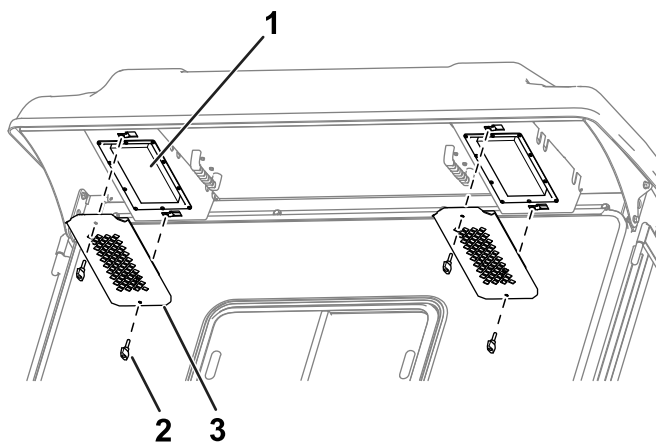

Bild 85
1. Entfernen Sie die Drehknöpfe und Roste vom hinteren Überhang der Kabine (**Bild 85**).
4. Verwenden Sie die Drehknöpfe und Roste, um die Filter in die Kabine einzubauen (Bild 85).